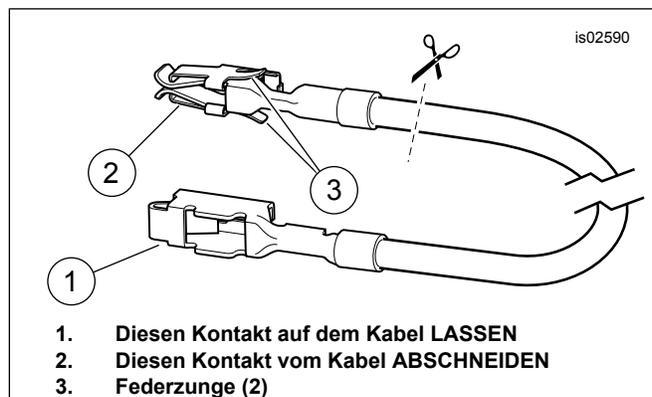

Abbildung 6. Sicherungsblock-Adapterkabel
- Das orangefarbene/weiße Sicherungsblock-Adapterkabel (10) aus dem Satz bereitlegen. Den Kontakt an beiden Enden notieren (siehe Abbildung 6 >). Nur der Kontakt **OHNE die Federzungen** passt in den Sicherungshohraum. Den Kontakt **MIT** Federzungen sorgfältig vom Kabel abschneiden und entsorgen.